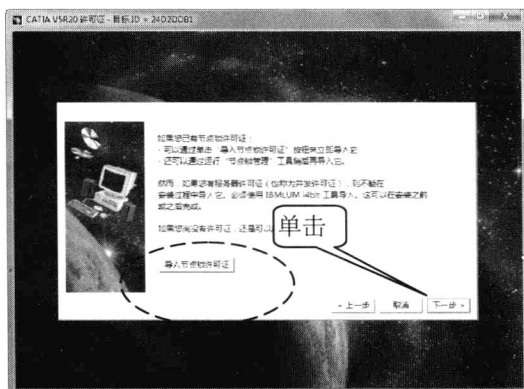

图 1-3
2. 单击“CATIA V5R20 欢迎”对话框中的 **下一步 >** 按钮，弹出“CATIA V5R20 许可证”对话框，如图 1-3 所示。